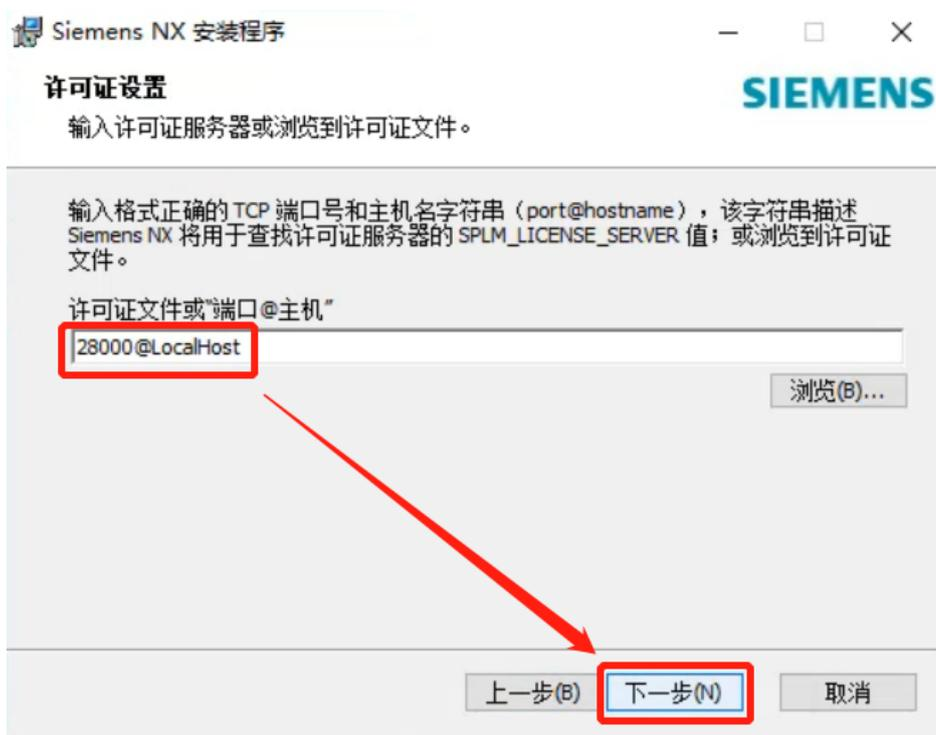

图 1-5 设置端口号 @ 主机名
(5) 设置端口号为“28000@LocalHost”，单击“下一步”，如图 1-5 所示。